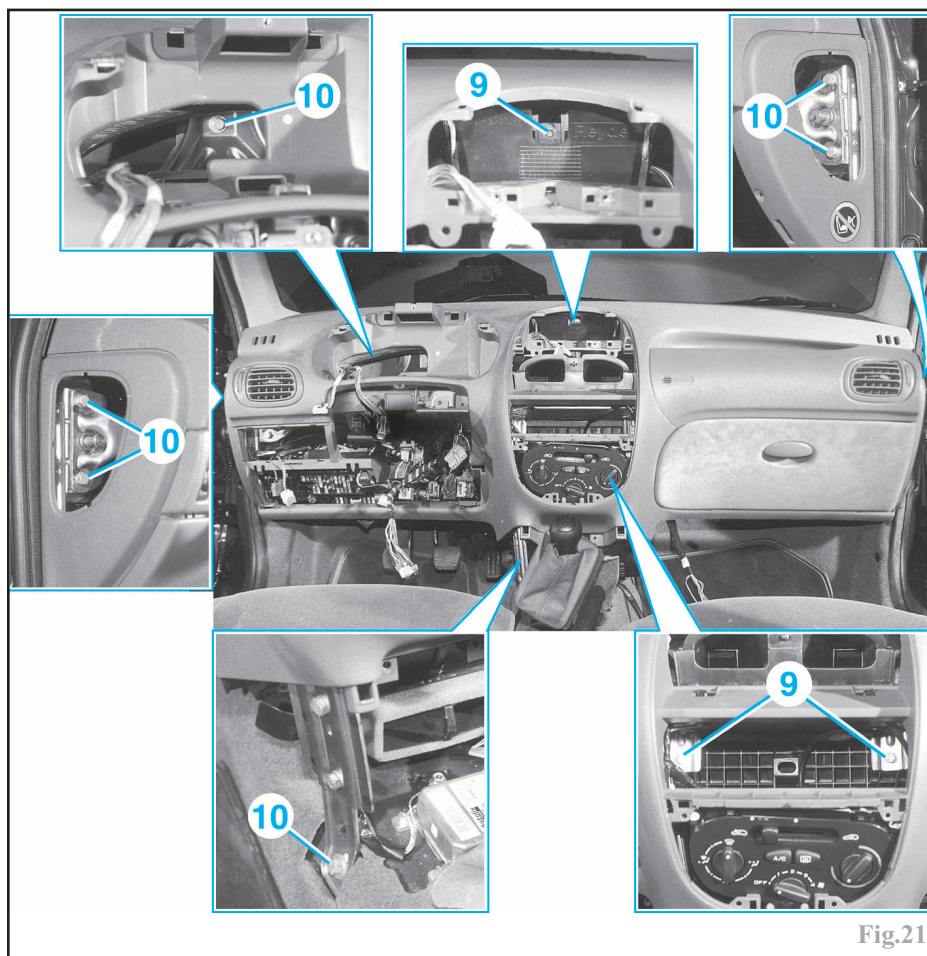

Fig.21
Déposer les 3 vis de fixation (9) (Fig.21) du bloc chauffage.